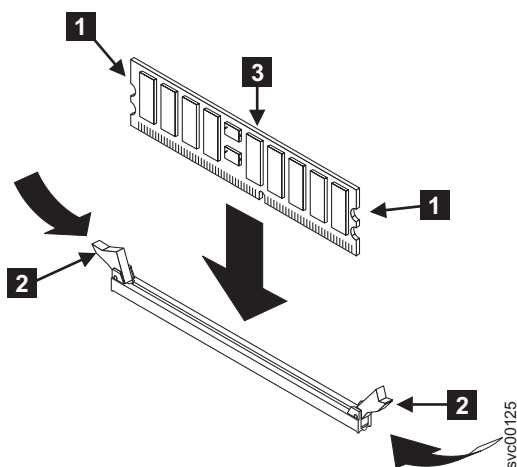

Figura 118. Substituindo um módulo de memória
1. Com os cliques **2** abertos, diminua o módulo de memória **3** no conector, conforme mostrado na Figura 118 na página 149. Insira o DIMM completamente para fechar os cliques.